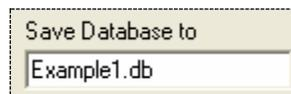

Рисунок 70. Окно для определения имени файла
- Набраем любое имя (например, *Example1.db*, Рисунок 70) в окне *Save DataBase to*, под которым должен храниться файл.